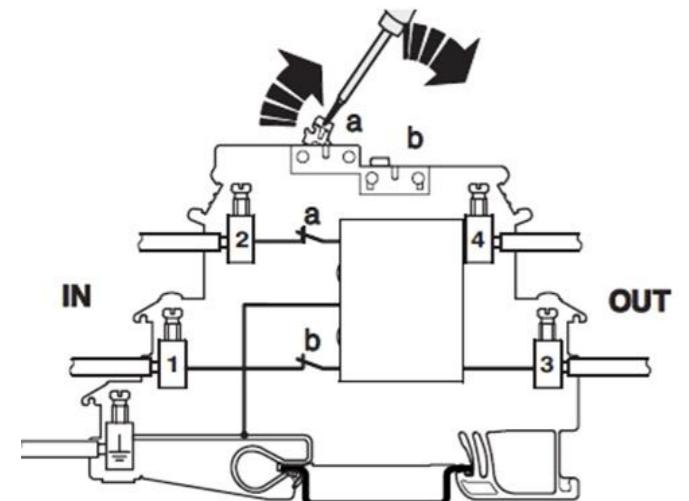

Fig. 3
7. Schema di collegamento (Fig. 3)
7. Connection diagram (Fig. 3)
7. Schéma de raccordement (fig. 3)
7. Esquema de instalación (Fig. 3)